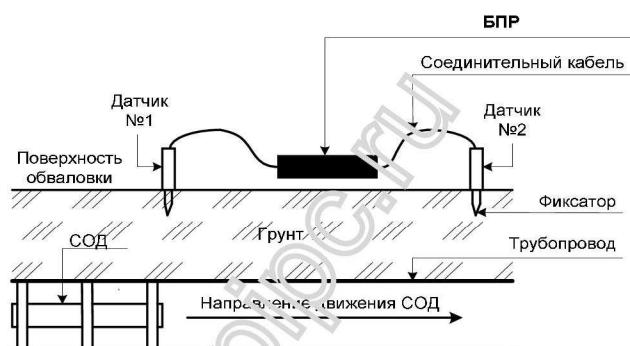
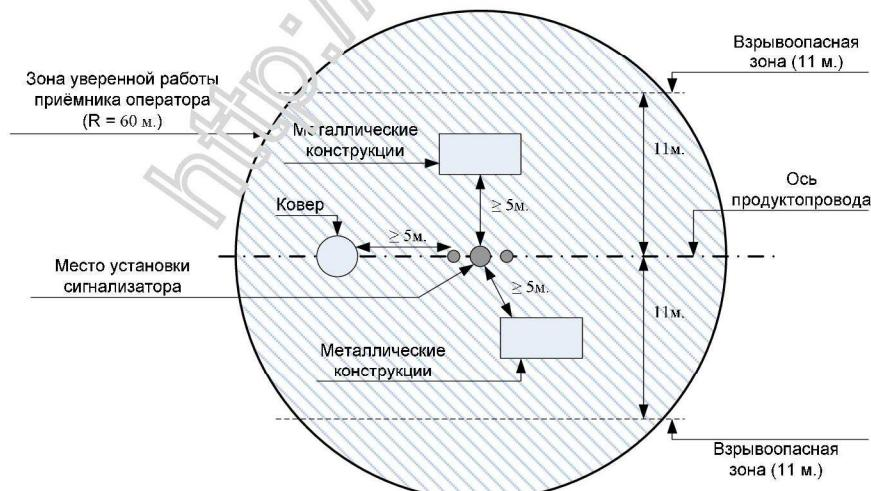

Рис. 9 – Схема установки переносного сигнализатора «Репер-3В».
Рис. 10 – Схема установки переносного сигнализатора «Репер-3В» относительно коверов и других металлических конструкций.
2.3.2 Установить сигнализатор на поверхность обваловки, непосредственно на ось трубопровода, как показано на Рис. 9. Сигнализатор устанавливать на расстояние не менее 5 метров от коверов и других металлических конструкций, как показано на Рис. 10. Разнести вдоль оси трубопровода датчики на длину кабеля один влево другой вправо от БПР. **Датчик №1 поставить первым на встречу движения СОД.** Номера датчиков указаны на передней панели БПР. Зафиксировать датчики вертикально, путём погружения фиксаторов в грунт. **Развёртывание и сворачивание кабеля производить при температуре не ниже минус 10°C.** После установки датчиков, для обеспечения корректной работы сигнализатора, необходимо выполнить следующие рекомендации: